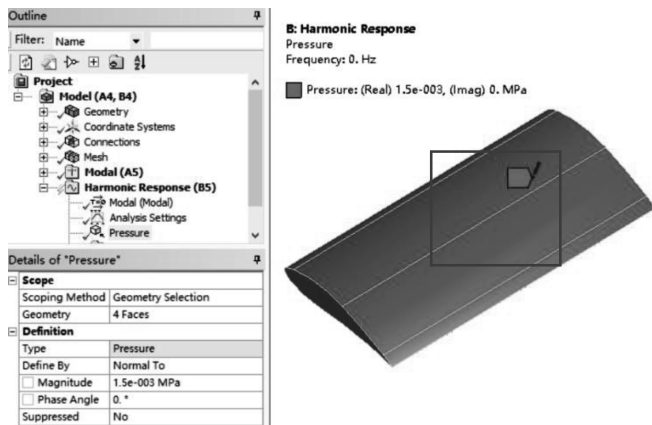

图 4-38 施加压力载荷
(1) 在导航树上单击【Harmonic Response (B5)】。
(2) 单击【Analysis Settings】→【Details of “Analysis Settings”】→【Options】→【Frequency Spacing】= Linear, 【Range Minimum】= 10, 【Range Maximum】= 100, 【Solution Intervals】= 50, 其他默认。
(3) 施加载荷: 在标准工具栏中单击 , 然后选择叶片表面, 接着在环境工具栏中单击【Loads】→【Pressure】, 【Pressure】→【Details of “Pressure”】→【Definitions】→【Define By】= Normal To, 【Magnitude】= 0.0015 MPa, 【Phase Angle】= 0°, 如图 4-38 所示。